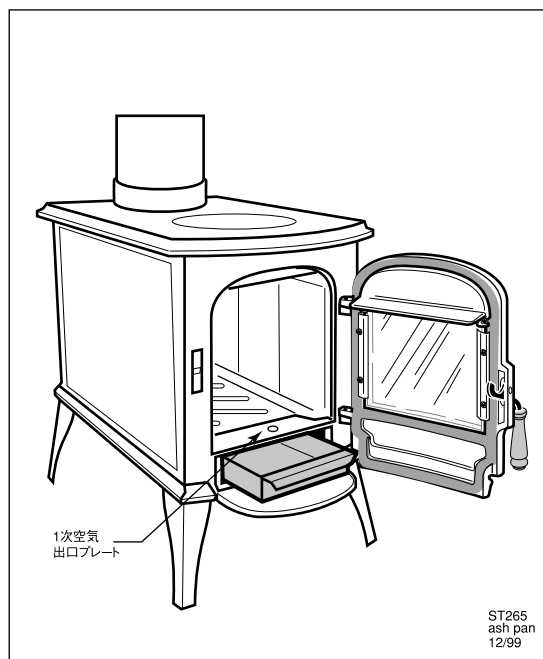

図31 1次空気出口には灰や炭が溜まらないようにしてください。
ステップ3 ファイヤーブレス・ツールを使って、炭を砕き、灰をグレートから下に落とします。後ろの方の炭を前の方に掻き出し、一次空気取り込み口プレートに被さるように置きます。これで、燃料が前の方から後ろの方に燃えるようになり、効率良く燃焼します。(図31参照)
- 1.一次空気プレートを留めているネジをはずします。(図31)